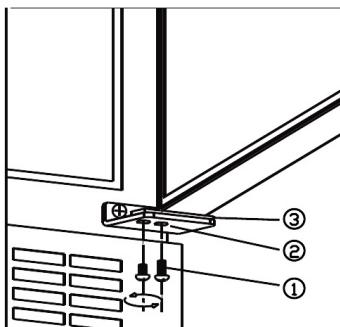

fig. 8.1
- Ta ut skruene (1) STØTT DØREN! Se fig. 8.1